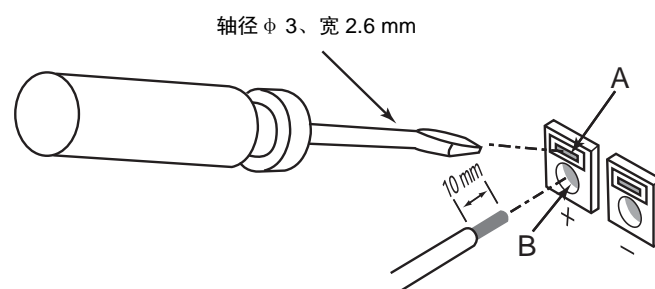

图 1-6 跨接器的连接
7. 按照图 1-6 的要领, 将附带的联锁用跨接器连接到后面板上的 INTERLOCK 连接器上。